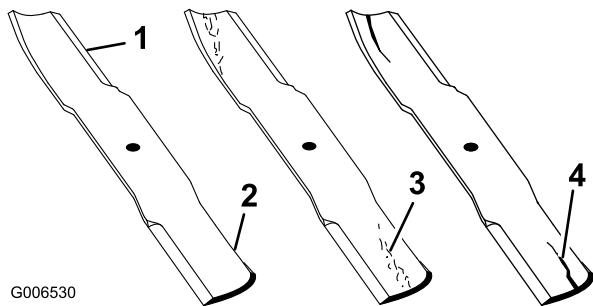

Figura 52
1. Inspeccione los filos de corte (Figura 52). Si los bordes no están afilados o tienen muescas, retire las cuchillas y afílelas. Consulte Afilado de las cuchillas.
2. Inspeccione las cuchillas, especialmente la parte curva (Figura 52). Si observa fisuras, desgaste o la formación de una ranura en esta zona (elemento 3 en la Figura 52), instale de inmediato una cuchilla nueva.